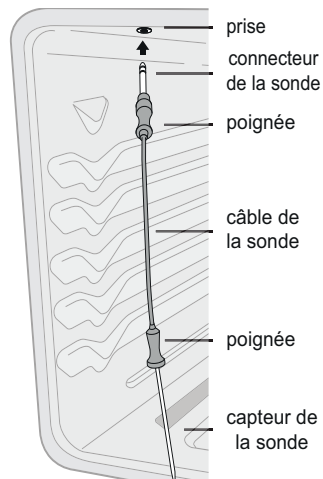

Figure 25 : Insertion de la prise de la sonde
La prise de la sonde se situe en haut de la cavité du four, comme l'illustre la Figure 25.
Manipulez la sonde avec soin lorsque vous l'insérez et la retirez de l'aliment ou de la prise. N'utilisez pas d'ustensiles de cuisine, comme des pinces, pour tirer sur le fil de la sonde lorsque vous l'insérez ou la retirez de l'aliment ou de la prise. Utilisez la poignée fournie, comme l'illustre la Figure 25. Après la cuisson, débranchez la sonde avec précaution au moyen d'une manique pour éviter de vous brûler les mains.
2. Branchez la sonde thermique dans la prise prévue à cet effet située en haut de la paroi interne du four. Une fois la sonde correctement branchée dans la prise, l'icône correspondante s'allume sur le tableau de commande du four (Figure 25).